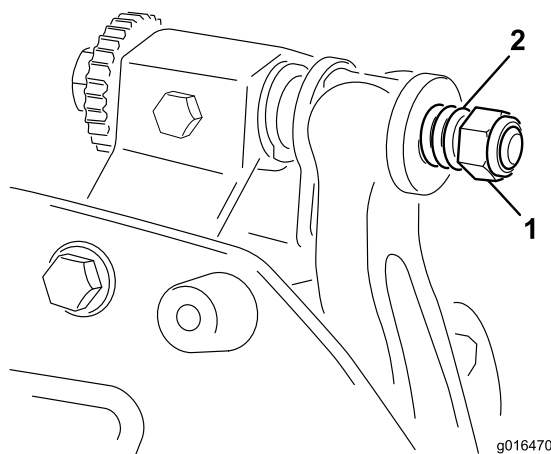

図 22
6. スプリングがつぶれるまでテンション・ナットを締め、そこから半回転戻す図 22。